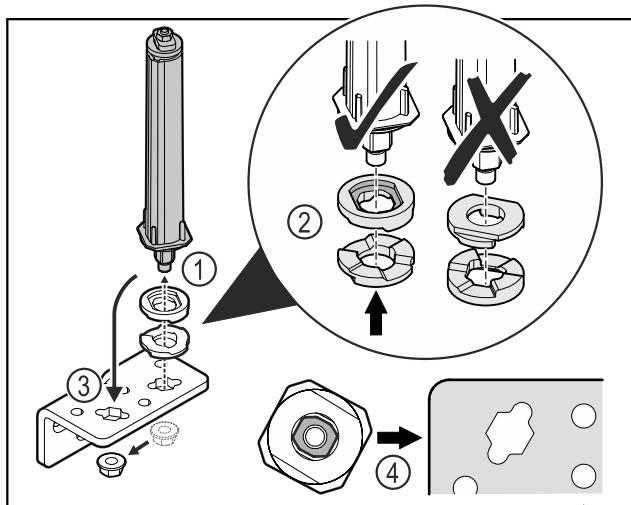

Fig. 34
- Uvoľnite maticu a odstráňte systém zatvárania dverí Fig. 34 (1).
- Dbajte na správne vyrovnanie podložiek na výškové prestavenie Fig. 34 (2).
- Premiestnite systém zatvárania dverí v uholníku závesu a zafixujte ho maticou Fig. 34 (3).
- Dbajte pri nasadzovaní na správne vyrovnanie systému zatvárania dverí Fig. 34 (4).